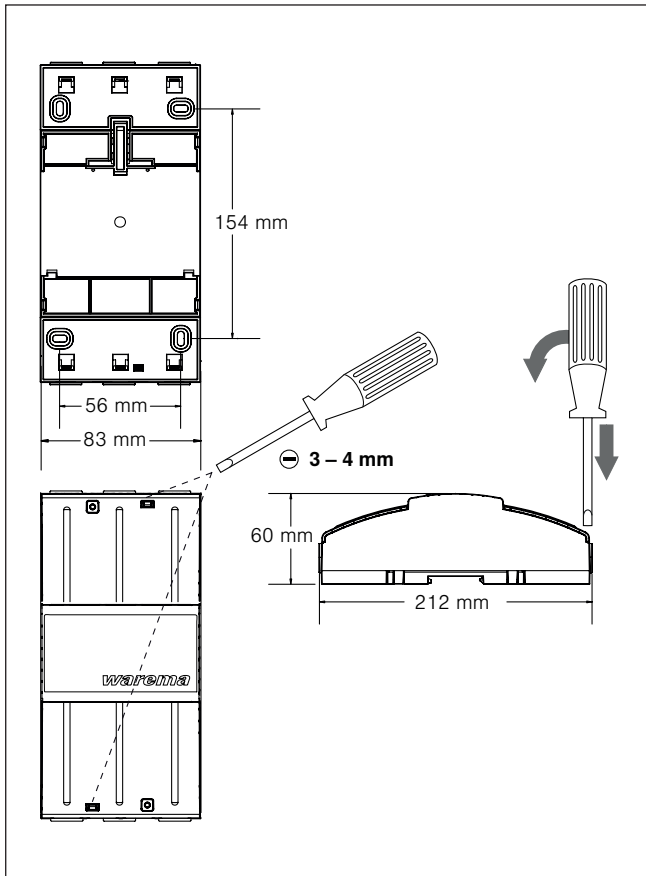
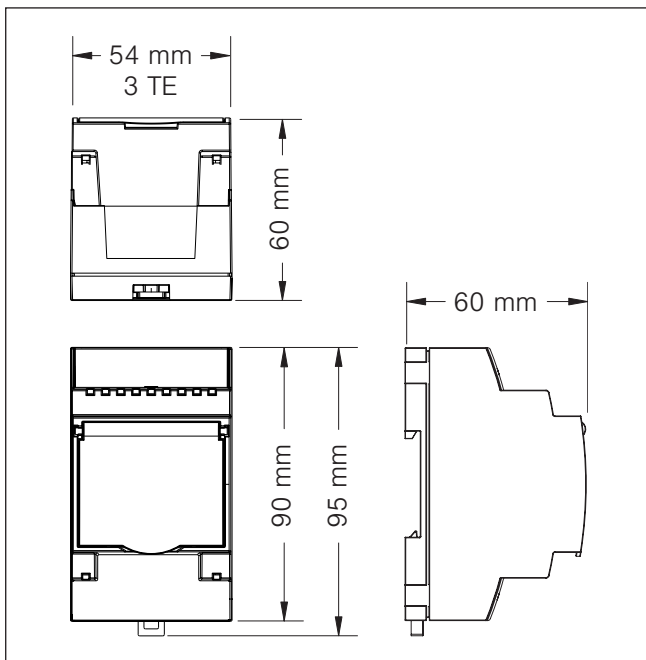

Abb. 2 AP Gehäuse für MSE Kompakt 1-fach
Abb. 3 REG-Gehäuse 3 TE für MSE Kompakt 1-fach
- AP: Zum Öffnen des Gehäuses drücken Sie bitte mit einem Schlitzschraubendreher (Empfehlung: Klinge 3,0 - 4,0 mm) nacheinander in die beiden Gehäuseöffnungen und hebeln Sie das Gehäuse vorsichtig auf (s. Abb. 3). Alternativ kann die AP-Variante auch auf einer Hutschiene (TH 35-15) montiert werden. Verschrauben Sie den Deckel nach der Montage mit den beiliegenden Schrauben.
Abmessungen	Siehe Abb. 2 und Abb. 3